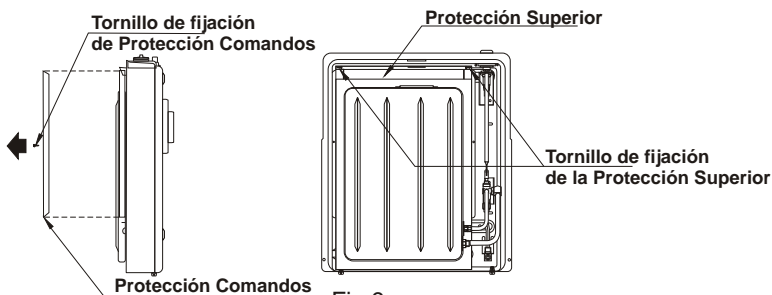

Fig.9
- Retire la **Protección de los Comandos** y la **Protección Superior** quitando los correspondientes tornillos de fijación (Fig. 9).